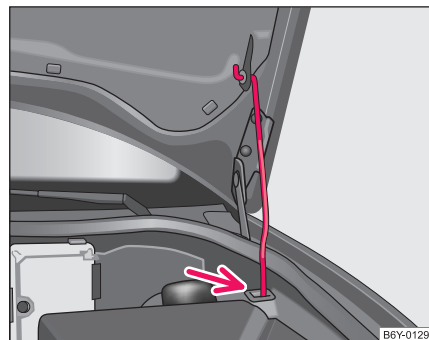

Fig. 125 Siguranța capotei compartimentului motor, cu elementul de susținere al capotei ▶
- Scoateți elementul de susținere din suport și introduceți-l în spațiul special ⇒ Pagina 173, Fig. 125.